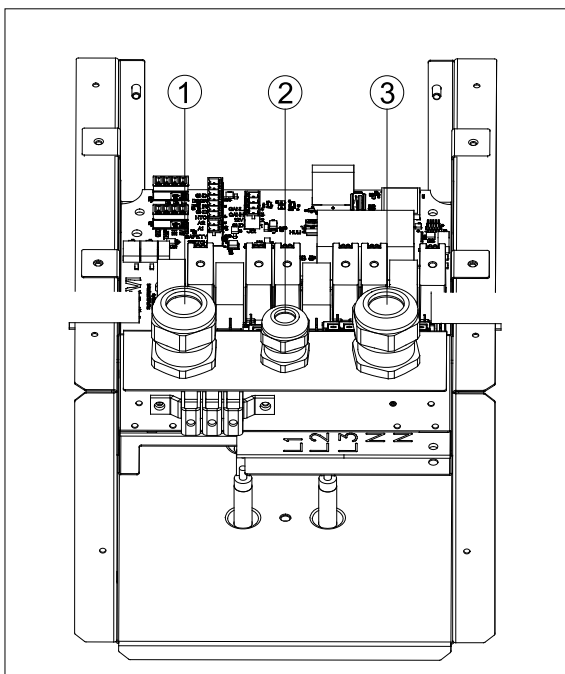
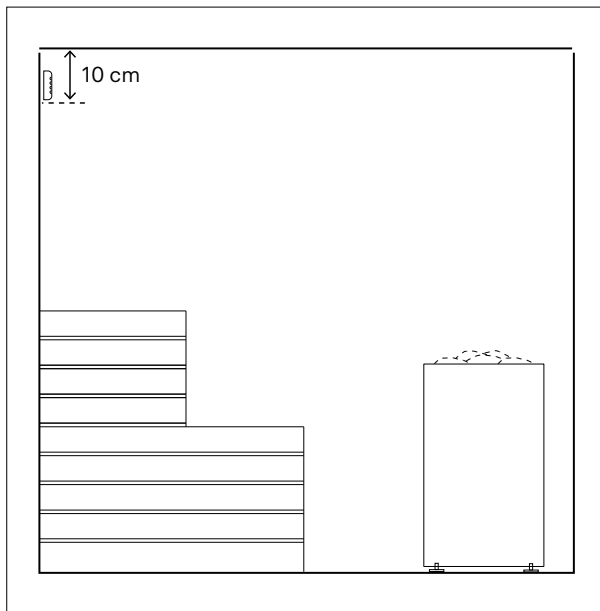

Abbildung 6.3-1. Kabeleinführungen des Anschlusskastens
Abbildung 6.6-1. Installation des Feuchtigkeitssensors
9. Schließen Sie die Abdeckung des Anschlusskastens und ziehen Sie die Schrauben der Abdeckung fest (Abbildung 6.3-1).
Das Kabel des Bedienfelds wird durch das vorgesehene Rohr in den Anschlusskasten des Heizgeräts verlegt (Abbildung 6.3-1). Das Kabel wird gemäß dem Anschlussplan an den Stecker angeschlossen (Abbildung 5.3-1).
erforderlichen Länge besorgen. Das Kabel des Fühlers sollte durch die vorgesehene Leitung (Abbildung 6.3-1) in den Anschlusskasten des Heizgeräts geführt und gemäß dem Anschlussplan (Abbildung 5.3-1) an den Stecker angeschlossen werden. Der Fühler wird mit den mitgelieferten Schrauben (2 Stk  $\varnothing 2,9 \times 16$ ) an der Holzoberfläche befestigt. Für andere Oberflächenmaterialien wird das Montagezubehör je nach Oberflächenmaterial und Befestigungsmethode ausgewählt.
Der Feuchtigkeitssensor ist ein Niederspannungsbauteil, das an der Wand hinter den Saunabänken angebracht wird, so dass er nicht direkt dem Dampf oder der vom Ofen aufsteigenden Hitze ausgesetzt ist (Abbildung 6.6-1). Der Feuchtigkeitssensor wird mit einem 6 Meter langen Kabel (SIHF-O 4x0,25) geliefert, das nicht verlängert werden darf. Wenn eine größere Entfernung erforderlich ist, muss ein einzelnes, durchgehendes, vom Hersteller zugelassenes Kabel verwendet werden. Das Kabel des Fühlers sollte durch die vorgesehene Leitung (Abbildung 6.3-1) in den Anschlusskasten des Heizgeräts geführt und gemäß dem Anschlussplan (Abbildung 5.3-1) an den Stecker angeschlossen
Die Schalter- und Magnethalter lassen sich entweder mit den mitgelieferten Schrauben (Stk Ø 2,9 x 16) oder mit doppelseitigem Klebeband befestigen. Der Schalter und der Magnet können auch in die Holztür und den Rahmen gemäß der schematischen Darstellung (Abbildung 6.7-3) eingebaut werden. Das Kabel des Türsensors (5 m) wird durch das vorgesehene Kabelrohr (Abbildung 6.3-1) in den
Das Kabel der Beleuchtung sollte durch die dafür vorgesehene Kabelverschraubung (Abbildung 6.3-1) in den Anschlusskasten des Ofens geführt und gemäß dem Anschlussplan (Abbildung 5.3-1) angeschlossen werden.